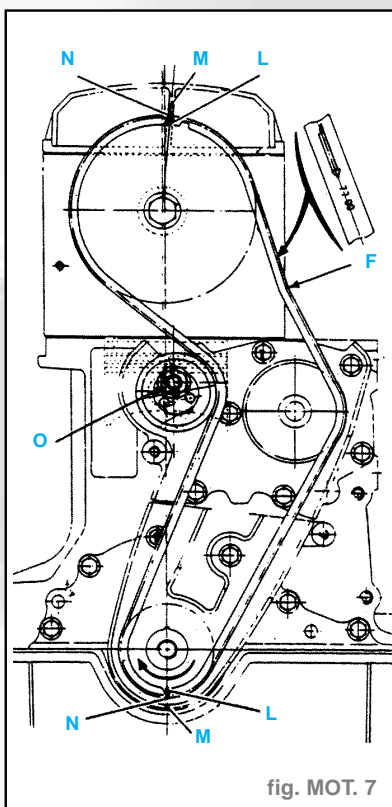

fig. MOT. 7
- Aligner les repères (L) sur les pignons avec les repères fixes (M) (fig. MOT. 7).
- Desserrer l'écrou (O) et détendre le galet tendeur (fig. MOT. 7).
- Aligner les repères (traits N) de la courroie avec ceux des pignons (L) et des carters (M) (fig. MOT. 7).
- Bloquer l'écrou (O) du galet tendeur à **5 daN.m** (fig. MOT. 7).
- Serrer l'écrou (O) du galet tendeur à **5 daN.m** (fig. MOT. 7).